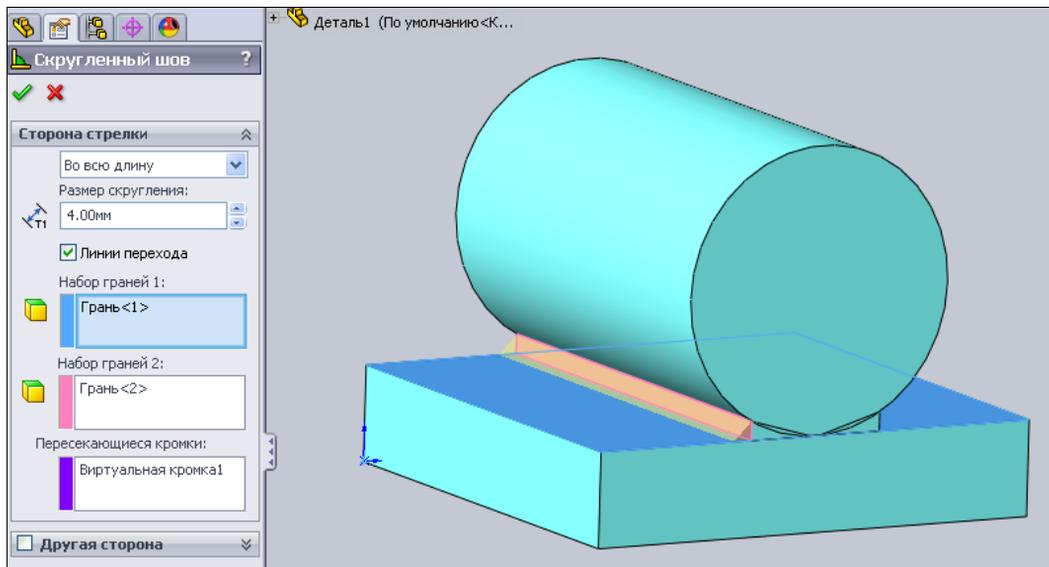

Рис. 5.73
7. Теперь на панели инструментов **Сварные детали** нажмите кнопку  — **Скругленный шов**. После выбора граней в поле **Пересекающиеся кромки** должна возникнуть виртуальная кромка. **Размер скругления** установите равным 4 мм. Проверьте по рис. 5.73 корректность задания параметров и нажмите кнопку **ОК** .